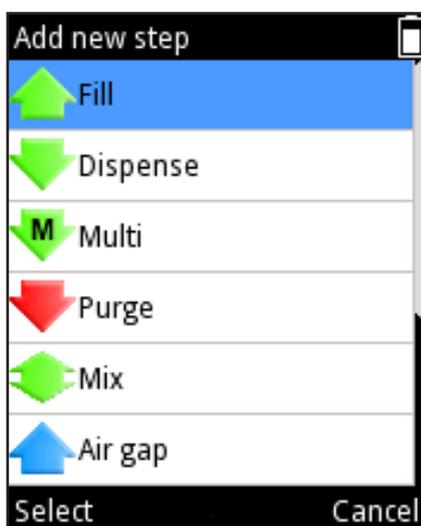

图 D9。
1. 选择主菜单中的  (Matrix (编程)) 图标。显示屏上显示要添加至移液序列的可能步骤列表 (图 D9)。